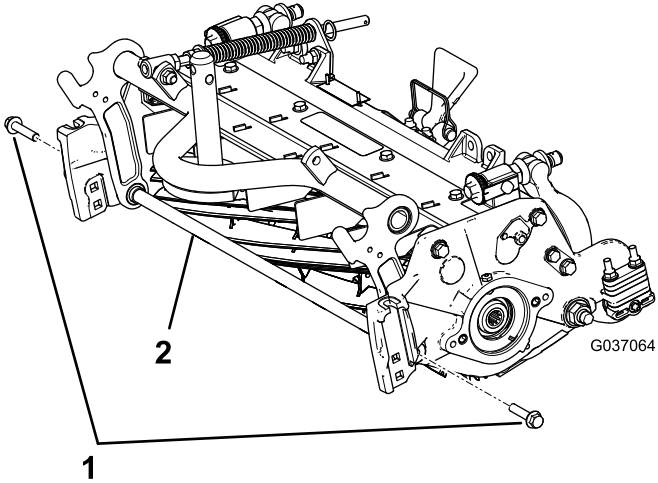

Figura 6
- A. Retire os dois parafusos de cabeça flangeada que prendem a barra de suporte e retire a barra (Figura 6).